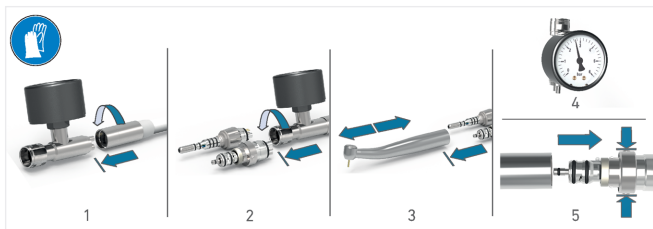

FIG. 4
6. Per scollegare BORA 2 LED dal raccordo Unifix, premere i 2 bloccaggi laterali (FIG. 4 fase 5) e contemporaneamente rimuovere la turbina dal raccordo.